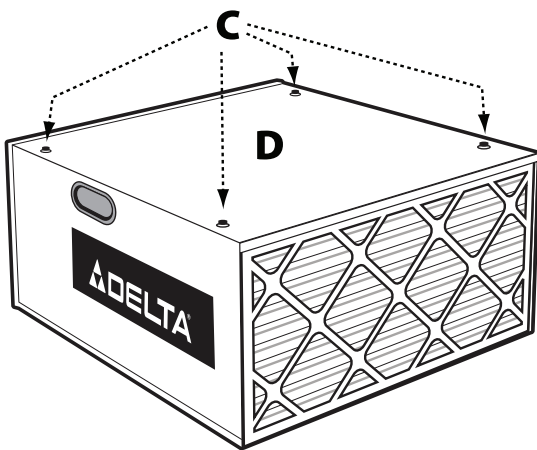

FIG. 5
2. Utilisez un tournevis plat (non fourni) pour enlever les 4 vis (C) Fig. 5 sur le dessus du système de filtration de l'air (D).